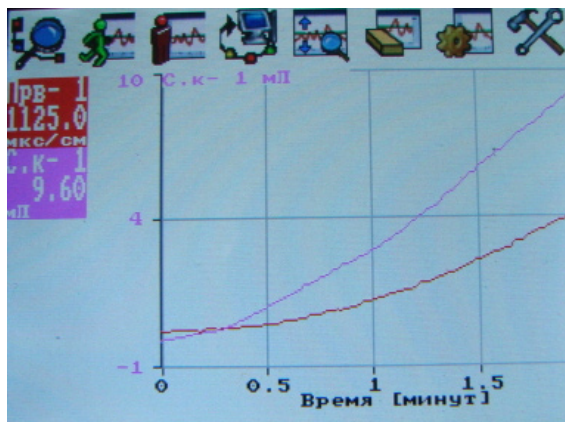

Рис. 7. График электропроводности уксусной кислоты
14. Чтобы увидеть график в оптимальном режиме, нажмите кнопку **Масштаб**  (рис. 7).